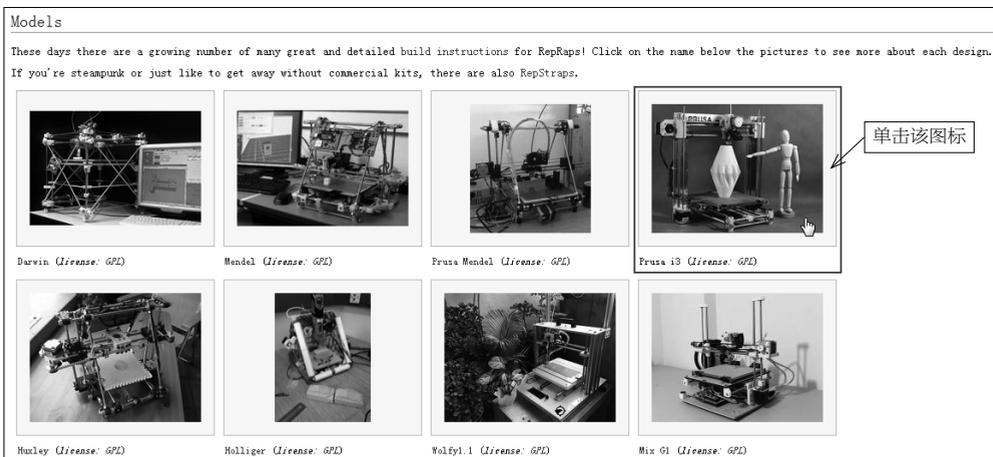

图 3-16 选择 Prusa i3
(3) 浏览网页页面到 Models 区，可以发现 RepRap 上各种类型的 3D 打印机。单击自己想创建一种类型，即可进入它的创造页面；我们要创建的是 Prusa i3，因此直接单击 Prusa i3 链接即可，如图 3-16 所示。